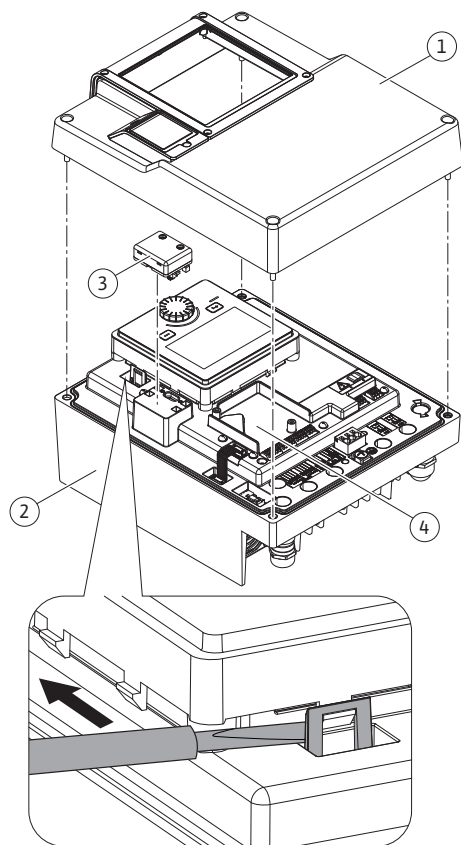
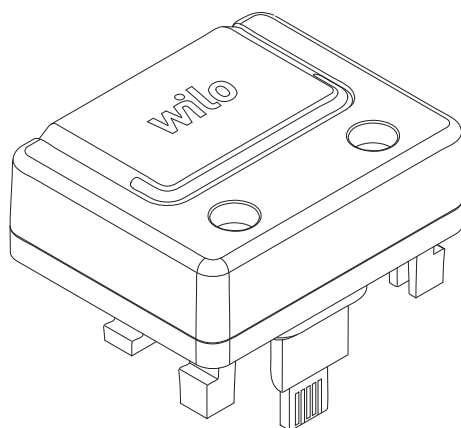

Fig. 25: Elektronikmodul
Fig. 26: Wilo-Smart Connect-modul BT
1. Öppna försiktigt snäppkrokarna (Fig. 25) med ett verktyg (till exempel en skruvmejsel).
Bluetooth-gränssnittet Wilo-Smart Connect-modulen BT (Fig. 25, pos. 3 och Fig. 26) används för att ansluta mobila enheter som smartphone och surfplatta. I Wilo-Assistant-appen finns Wilo-Smart Connect-funktionen. Med appen Wilo-Smart Connect-funktionen kan pumpen styras och ställas in samt pumpdata läsas av. Se kapitlet "Driftsättning" [► 47] för inställningar.
1. Lossa fyra skruvar från elektronikmodulens övre del (Fig. 25, pos 1; Fig. I, pos. 2).
3. Stick in Wilo-Smart Connect-modulen BT i det avsedda Wilo-Connectivity Interface-gränssnittet. Se Fig. 25, pos. 3.
CIF-moduler (tillbehör) används för kommunikation mellan pumpar och fastighetsautomation. CIF-moduler sätts in i elektronikmodulen (Fig. 25, pos. 4)